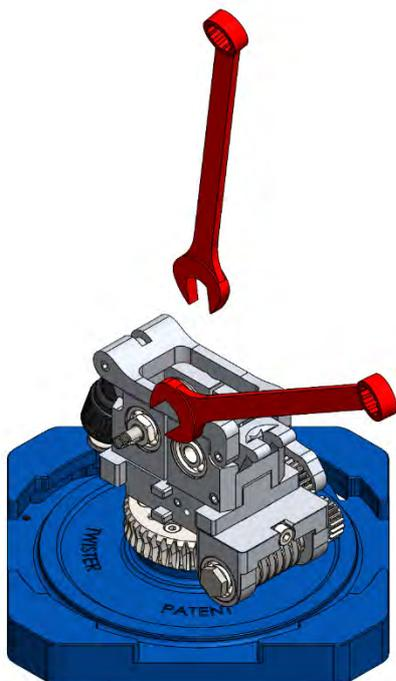

Figure 49
4. De la même manière qu'à l'étape 2, dévisser l'écrou M10 placé sur l'arbre du galet second comme indiqué sur la figure. Figures 49 et 50;